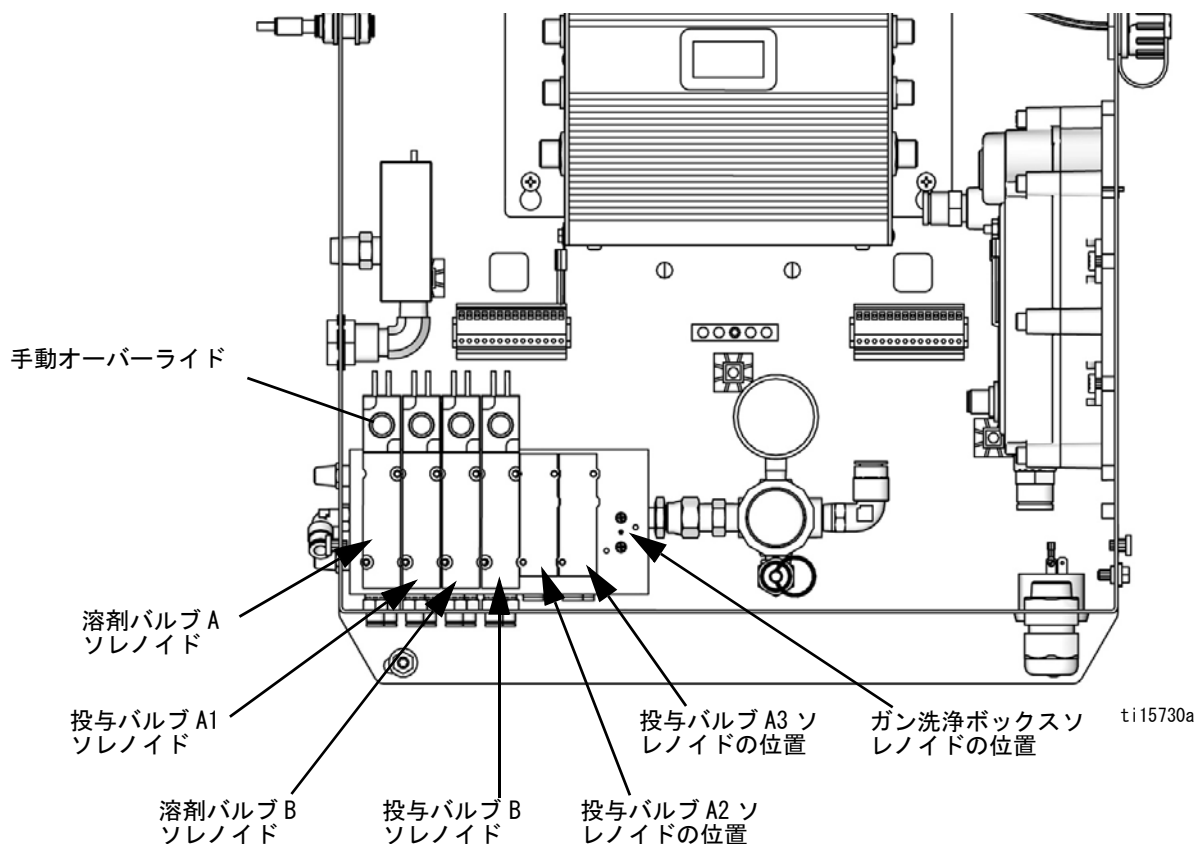

図 1. コントロールボックスのソレノイドバルブ
4. ガンの引き金を引いた状態で、A と B 投与および溶剤バルブソレノイドの手動オーバーライドボタンを押して、圧力を開放します。図 1、ページ 15、を参照してください。液体の圧力が 0 まで下げられているか確認してください。
4. ガンの引き金を引いた状態で、A1（A2、A3）と B 投与バルブソレノイドの手動オーバーライドボタンを押して、圧力を開放します。図 1、ページ 15、を参照してください。
7. ガンの引き金を引いた状態で、A と B 溶剤バルブソレノイドの手動オーバーライドボタンを押して、溶剤の圧力を開放します。図 1 を参照してください。溶剤の圧力が 0 に下げられていることを確認してください。
7. コントロールボックスカバーを外して、ソレノイドバルブにアクセスします。図 1、ページ 15、を参照してください。
- コンポーネント A サイドをパージします。図 1、ページ 15、を参照してください。ドースバルブ A ソレノイドバルブ上の手動オーバーライドボタンを押して、接地した金属のバケツに向かってガンのトリガーを引きます。